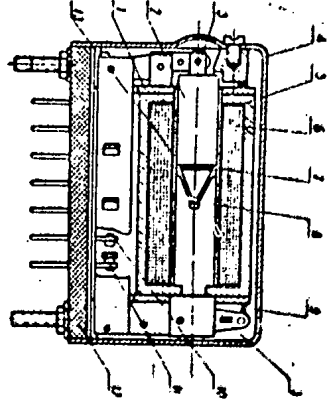

Рис. 16. Вид сзади электромагнитного реле типа С313.
4) Конструкция и принцип действия реле типа С313 (рис. 16)